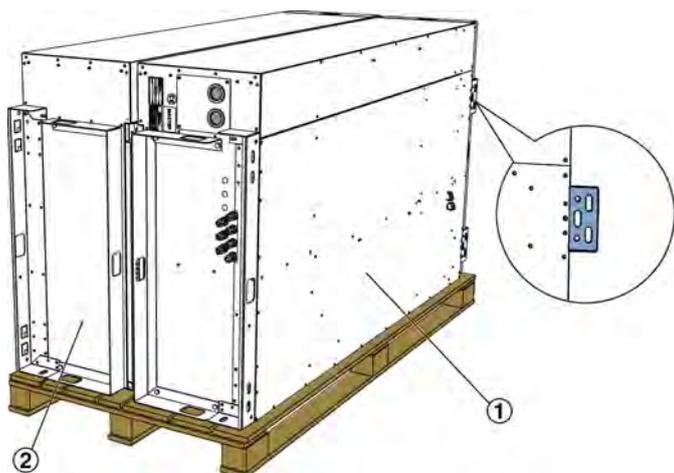
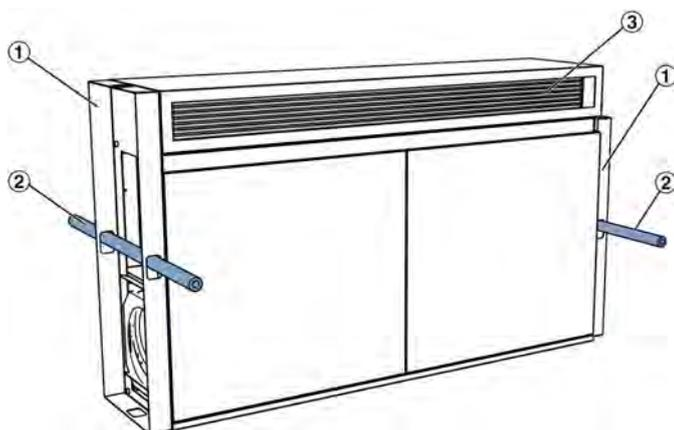

Abb. 8: Anlieferungszustand
Abb. 9: Transport mit Tragehilfen
1. ▶ Vor der Montage das Gerätebauteil 1 (Abb. 8 /1) an den Montageort transportieren, hierzu kann das Gerät an den Transporthilfen (Abb. 9 /1) transportiert werden. Beispielsweise mit Rundschlingen für den Staplertransport. Alternativ können Rohre (Abb. 9 /2) (bauseits) in die Transporthilfen eingeschoben werden, mit denen das Gerät angehoben werden kann.
Die Zuluftgitter (Abb. 9 /3) und Abeckleisten liegen verpackt in einem der Gerätebauteile. Diese entnehmen und für die spätere Montage lagern.